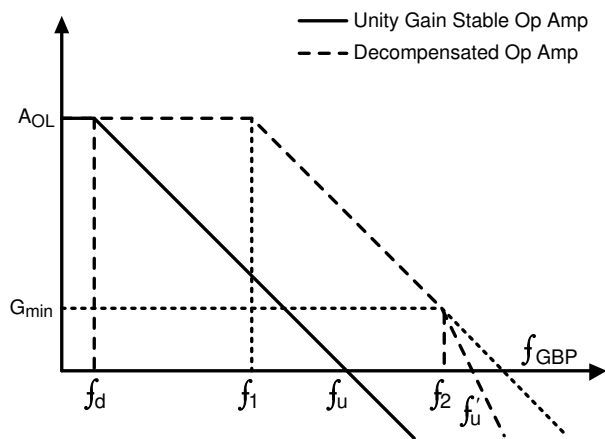

図 6-3. ユニティゲイン安定オペアンプと非補償型オペアンプのゲインと周波数の特性との関係
図 6-3 に示すように、ユニティゲイン安定アンプの支配的な極  $f_d$  は、非補償型オペアンプの場合、周波数  $f_1$  に移動します。実線の  $A_{OL}$  プロットは、従来のユニティゲイン安定オペアンプの開ループゲインプロットです。TLV904xD などの非補償型アンプの内部補償の変化により、同じ電力量の帯域幅が増加します。上記のパラメータにおける利点に加えて、対応するユニティゲインと比較して利用可能なループゲインが高いため、スルーレートが高くなり、歪み値が小さくなることもあります。考慮すべき最も重要な要素は、オペアンプが  $G_{min}$  を上回るノイズゲイン (NG) になることを確認することです。  $G_{min}$  より小さい NG の値は、 $1/f_s$  曲線は 40dB/decade の  $A_{OL}$  曲線と交差するため、図 6-3 に示すように不安定になります。この安定性解析手法を、閉鎖速度法と呼ばれます。TI プレジジョンラボを参照して、デバイスの安定性をよりよく理解し、安定性を確保するさまざまな手法をご確認ください。